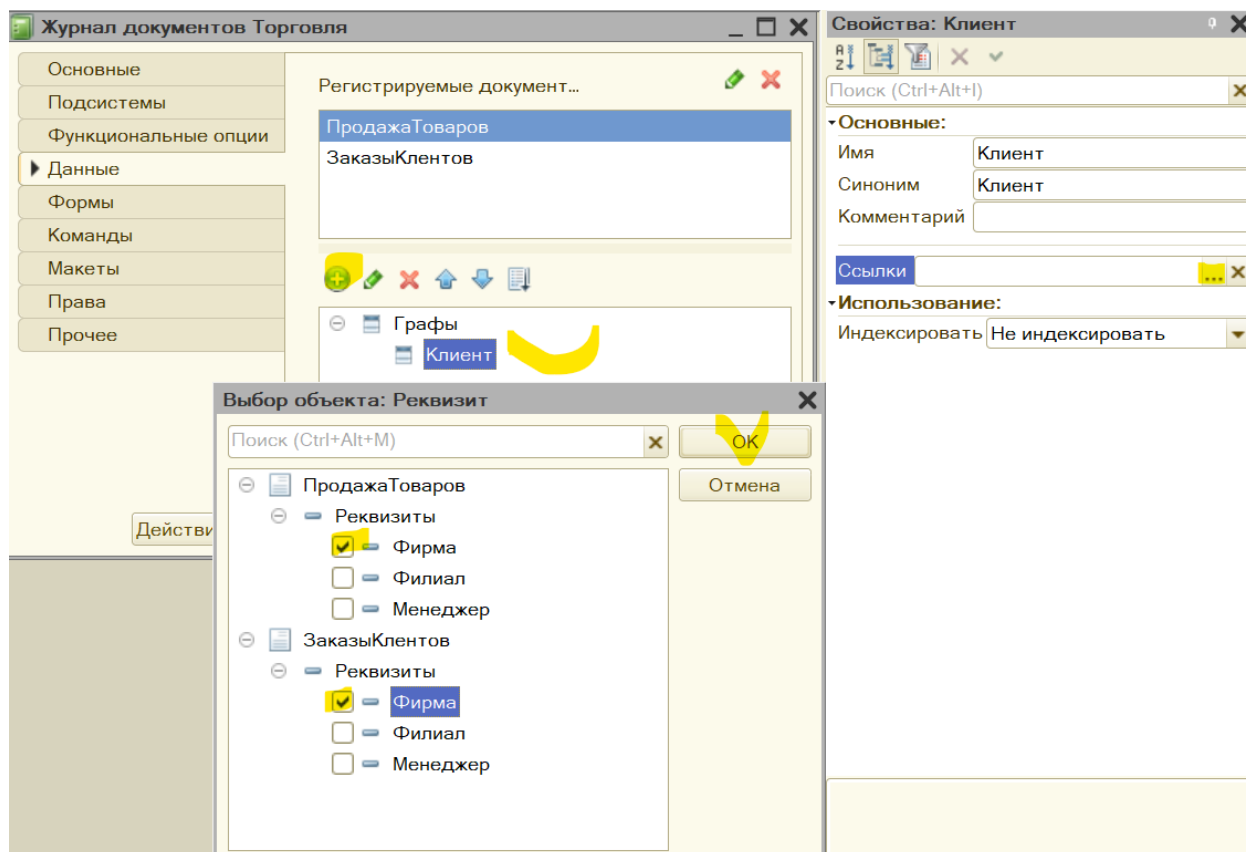

Рис. 5.31. Создание дополнительной графы в журнале Торговля
3. Для доступа к информации о клиенте (кто данный заказ сделал и кто его оплатил в соответствии с документом продажи товаров) создадим дополнительные на вкладке Данные создадим графу с именем «Клиент (рис. 5.31).
4. После ввода имени графы в окне палитры свойств необходимо щелкнуть в поле Ссылки. В этом случае на экране появляется новое окно. В нем следует указать те реквизиты документов, которые мы собираемся отображать в созданной графе. В данном случае в обоих документах отметим реквизит Фирма (рис. 5.31).